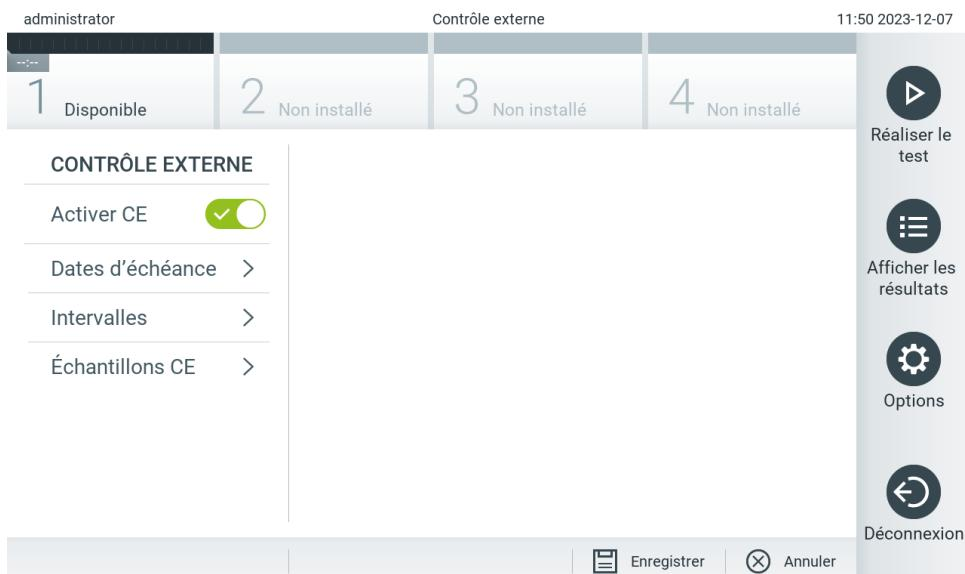

Figure 76. L'écran de contrôle externe.
3. Sélectionnez **Due Dates** (Dates d'échéance) et ensuite un dosage dans la liste pour voir quand le dernier test de contrôle externe a été effectué par dosage et module analytique et quand le prochain test de contrôle externe est dû (figure 76). Remarque : si aucun dosage n'est installé, aucune date d'échéance ne peut être affichée.